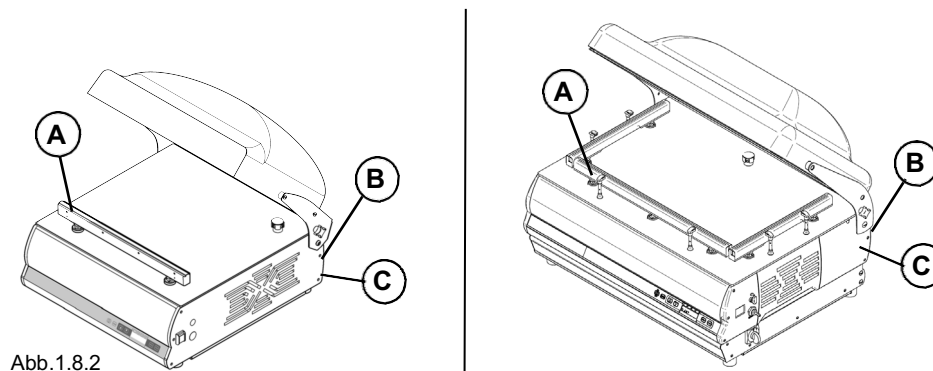

Abb. 1.8.2
1.8.1 - Warn- und Gefahrenschilder (Abb. 1.8.2)